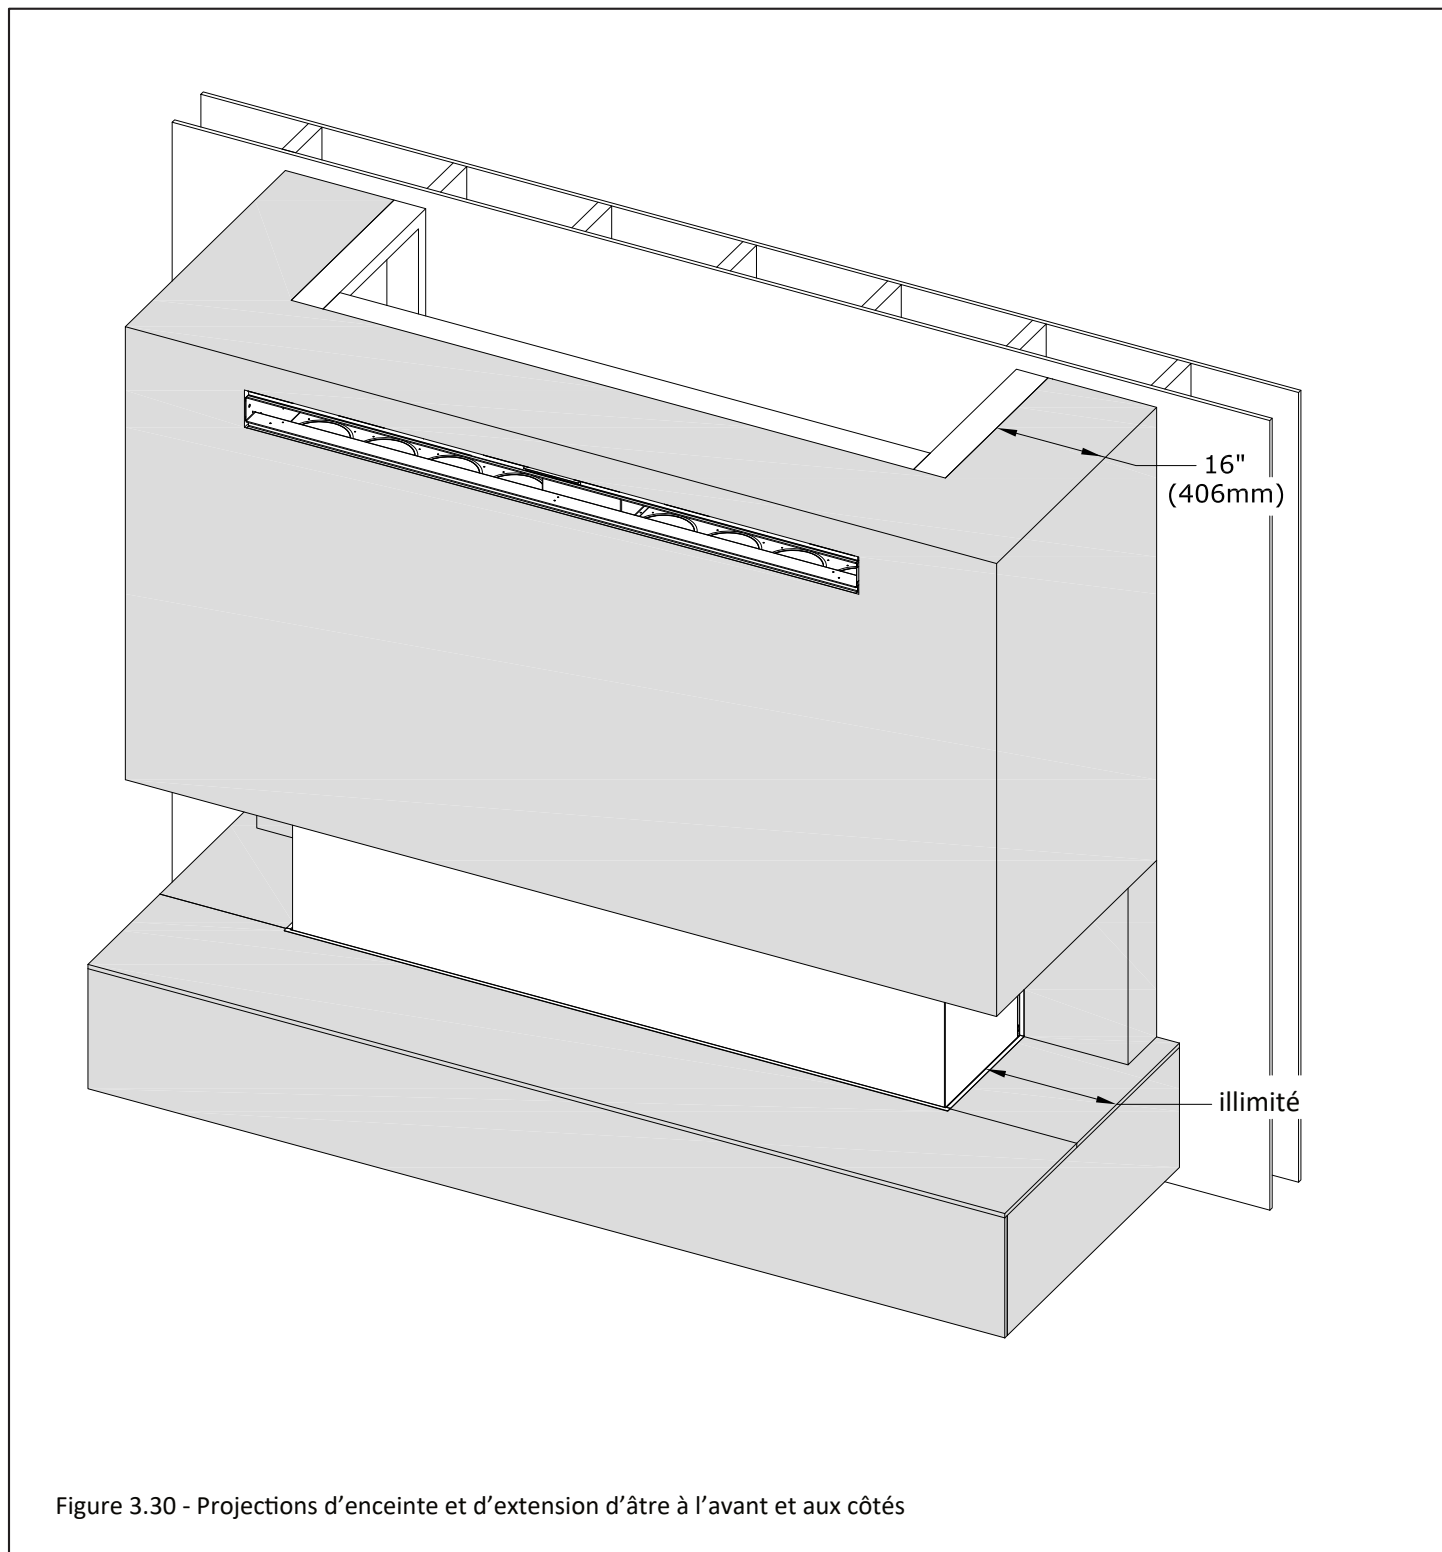

Figure 3.30 - Projections d'enceinte et d'extension d'âtre à l'avant et aux côtés
- **Montants (piédroits) de manteau combustible:** Un montant de manteau combustible peut être installé à 0 po (0 mm) du bord de finition latéral du foyer. Voir la Figure 3.30 qui montre une projection combustible max. de 16 po (406 mm) du bord de finition latéral du foyer.
La Figure 3.30 montre un foyer avec des projections de l'enceinte et de l'extension d'âtre, vers l'avant et les côtés.